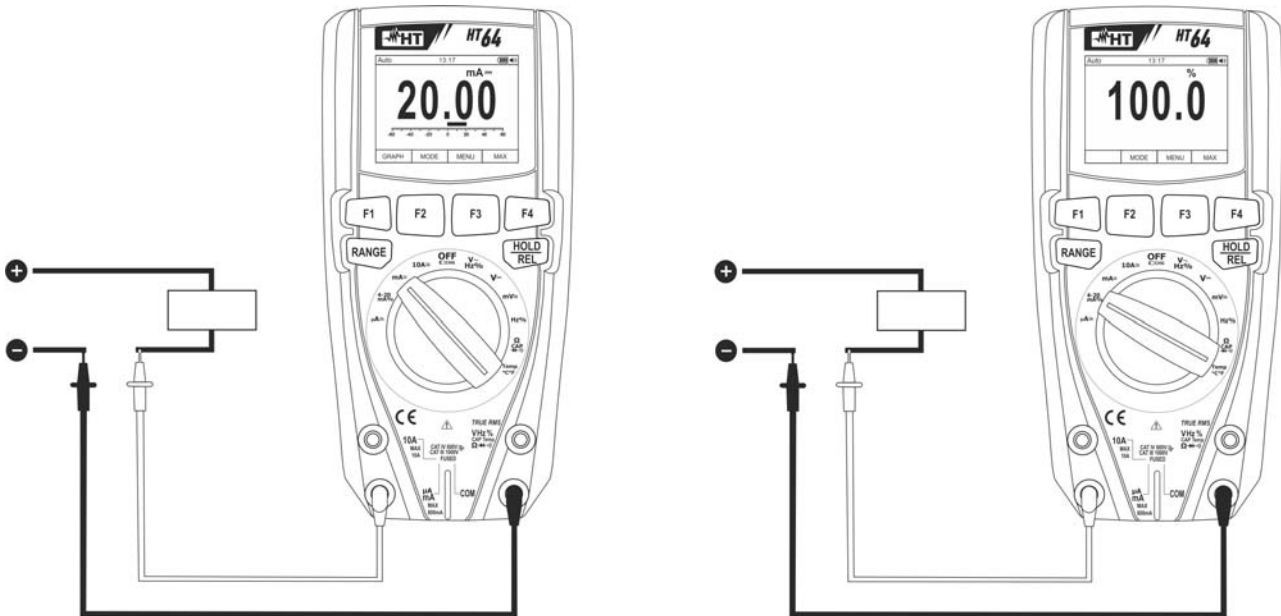

Fig. 29: Utilisation de l'instrument pour la mesure de Courant DC et la lecture 4-20mA%
4. Connecter l'embout rouge et l'embout noir en série au circuit duquel on veut mesurer le courant en respectant la polarité et la direction du courant dont à la Fig. 29.
6. La valeur du courant DC (voir Fig. 29 – partie gauche) s'affiche à l'écran
7. La valeur de la lecture 4-20mA% (0mA = -25%, 4mA = 0%, 20mA = 100% et 24mA = 125%) (voir Fig. 29 – partie droite) s'affiche à l'écran Le diagramme à barres analogique n'est pas actif dans cette fonction
9. L'affichage du symbole « - » sur l'écran de l'instrument indique que le courant a une direction opposée par rapport à la connexion de Fig. 29.